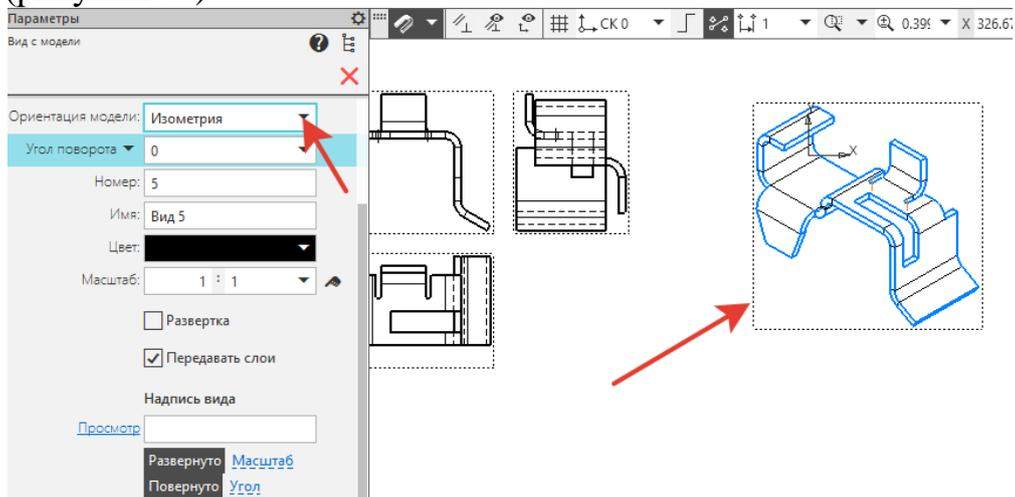

Рисунок 67.
36. На панели **Параметры** – находим **Ориентация модели – Изометрия**, открываем **Линии - Линии переходов** передвинуть бегунок влево. Зафиксируем фантом изометрии листовой детали в верхнем правом углу чертежа (рисунок 67).